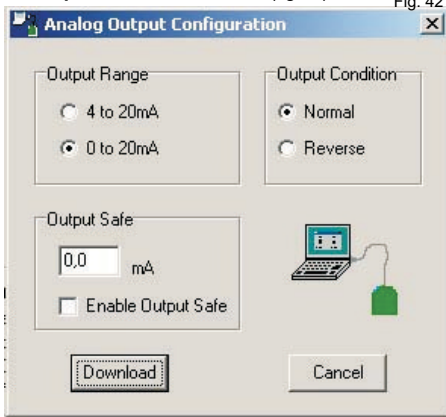

Fig. 42
- Agora vamos configurar a saída analógica, no menu principal entre em **Configure** em seguida **Output**, abrirá a tela abaixo (fig.42):